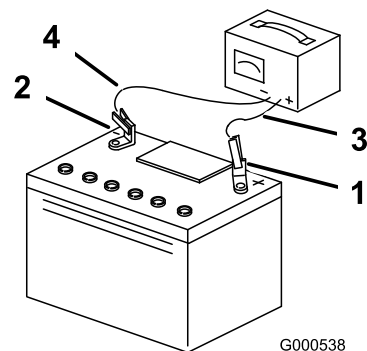

Figura 55
3. Quando a bateria estiver totalmente carregada, desligue o carregador da tomada elétrica e em seguida desligue os cabos do carregador dos bornes da bateria (Figura 55).